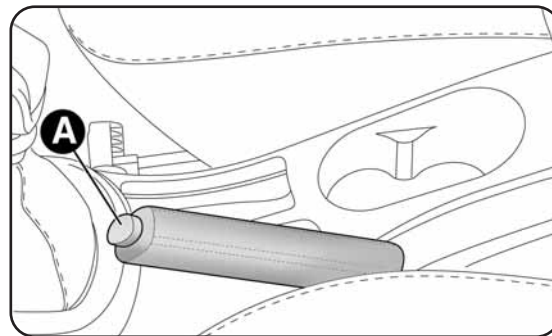

fig. 1
- soulever légèrement le levier et appuyer sur le bouton de déblocage A-fig.1 ;